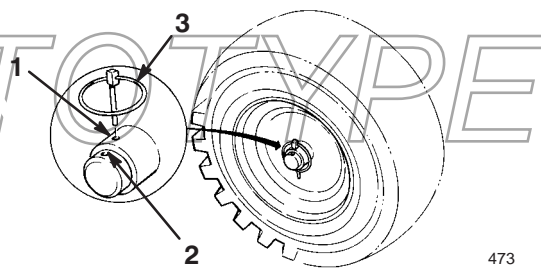

Figure 5
7. Glissez les roues vers l'intérieur et insérez les goupilles dans les trous du moyeu et le trou **intérieur** de l'essieu (Fig. 5).